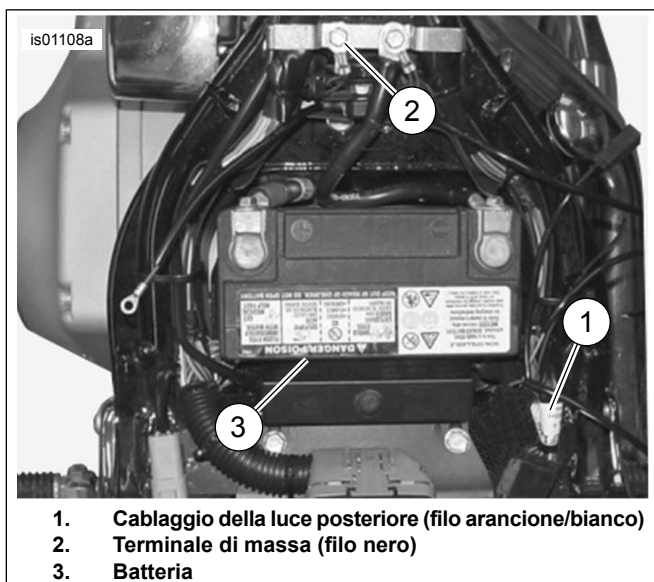

Figura 2. Collegamenti di alimentazione e a massa (modelli Softail)
4. vedere Figura 2. Installare il terminale ad anello sulla filettatura della vite di massa. Stringere la vite di massa (2) al telaio e fissare secondo la specifica di coppia indicata sul manuale di manutenzione.
1. vedere Figura 2. Aprire, tagliando con cautela, un'area della guaina del cablaggio della luce posteriore (1) in un punto accessibile sotto la sella e tagliare il filo arancione/bianco.